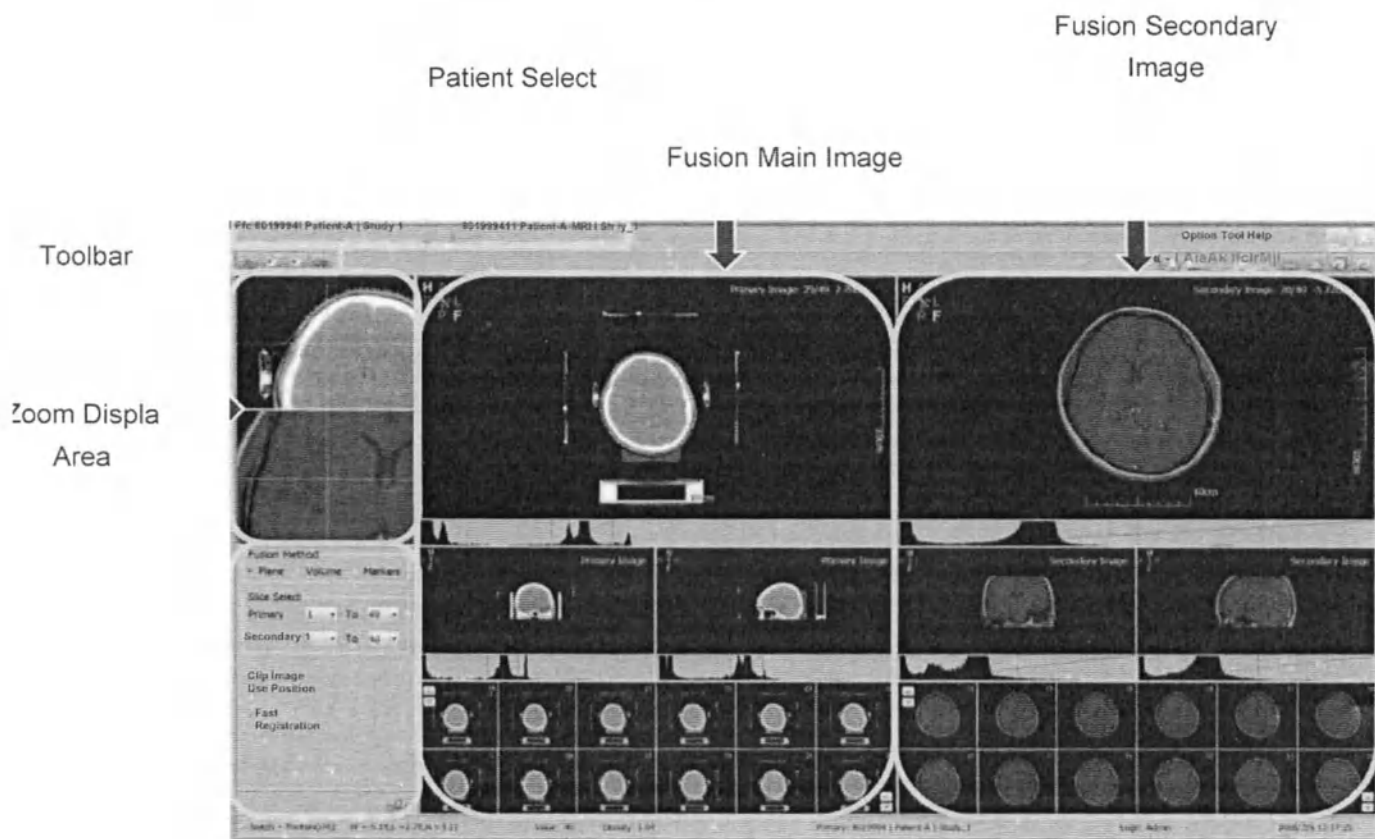

Рис. 4. 2Интерфейс Fusion
1) Рис. 4. 1. Процесс объединения изображений